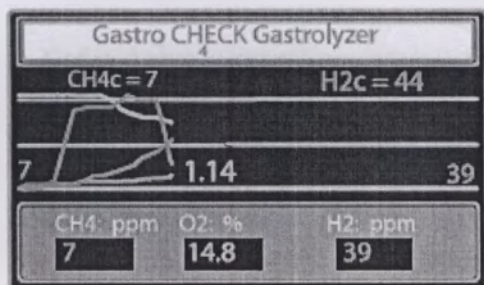

fig.15
15. По завершении анализа на мониторе будут отображены как пиковые, так и скомпенсированные значения. По мере выполнения анализа пробы газа соответствующие данные будут отображаться в реальном масштабе времени (Рис. 15).